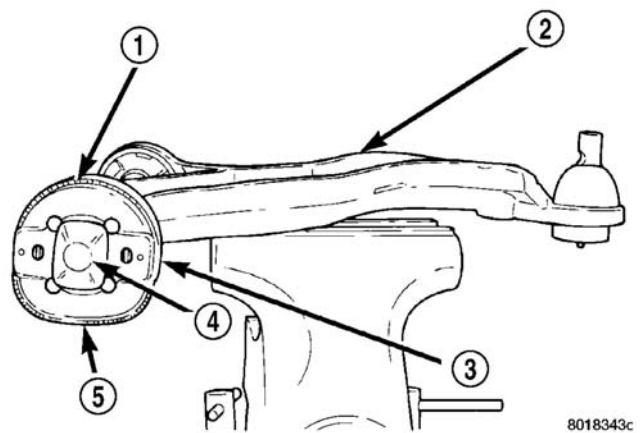

图 25 正确安装的下控制臂衬套
- （2）用虎钳牢固夹住下控制臂，将衬套安装至下控制臂。推晃衬套，使其完全装到下控制臂上。安装衬套时，务必使其超过下控制臂的粗端（图 25）。
- （3）正确安装的下控制臂后衬套，其位置应如图所示（图 25）。